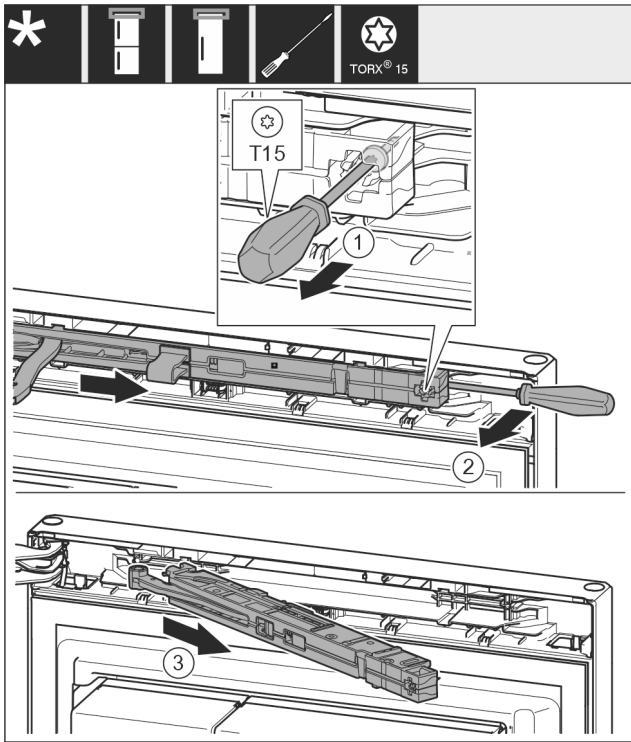

Fig. 15
- ▶ Ослабьте винт Fig. 15 (1) на узле амортизатора закрытия двери с помощью отвертки на 14 мм.
- ▶ При помощи отвертки отведите узел амортизатора закрытия двери Fig. 15 (2) со стороны ручки вперед.
- ▶ Извлеките узел амортизатора закрытия двери Fig. 15 (3).